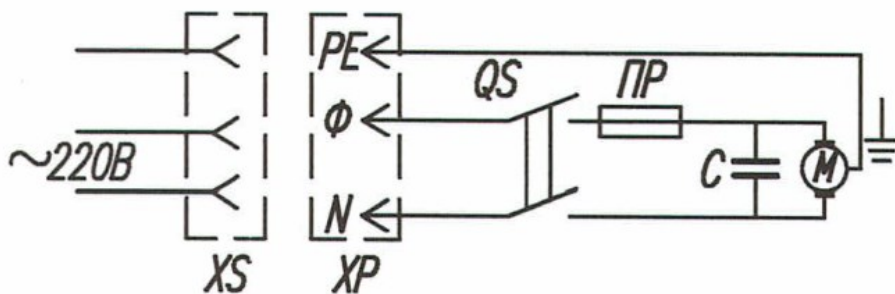

Рис.9. Схема электрическая принципиальная
5.4 Схема электрическая принципиальная представлена на рис. 9. В конструкции изделия предусмотрена установка плавкого предохранителя 9 (рис. 1), обеспечивающего защиту электродвигателя от перегрузок и короткого замыкания.